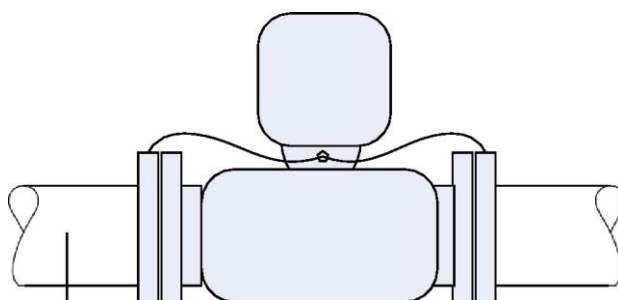

РИС. 7. Заземление металлической трубы
- b) От того, заземлен ли корпус датчика, напрямую зависит точность и стабильность измерений. Если прибор установлен на металлической трубе, как показано на рис. 7.